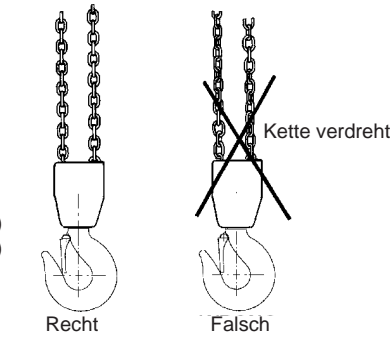

Abb. 3 Die Kette darf nicht verdreht sein
- Die Lastenkette darf keine Knicke aufweisen und darf nicht verdreht sein. Bei Flaschenzügen mit 2 oder mehreren Ketten besteht die Gefahr, dass die Kette verdreht wird, wenn die untere Flasche durch die Kettenschlinge gerät – kann bei einer Ummontage oder beim Versetzen des Flaschenzugs von einem Arbeitsplatz zum anderen passieren. Siehe Abb. 3.